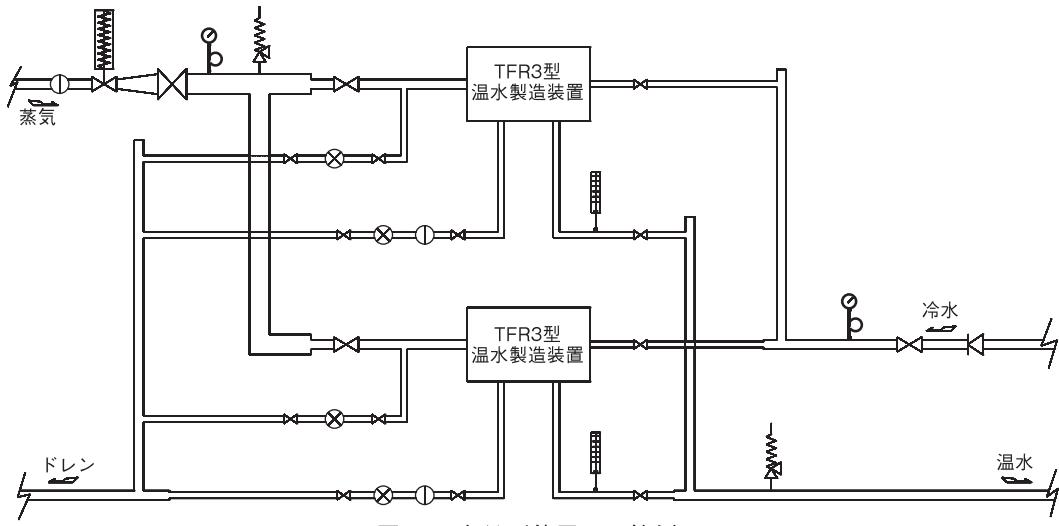

図8 2台並列使用の配管例
- 5.6 必要温水量が TFR3 型温水製造装置 1 台では足りない場合には、数台を並列にして使用してください (図 8 参照)。